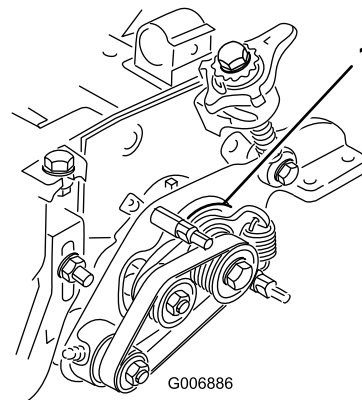

Figura 28
5. Assicuratevi che la boccola dell'azionamento principale (Figura 28) ruoti liberamente attorno al mozzo di comando.